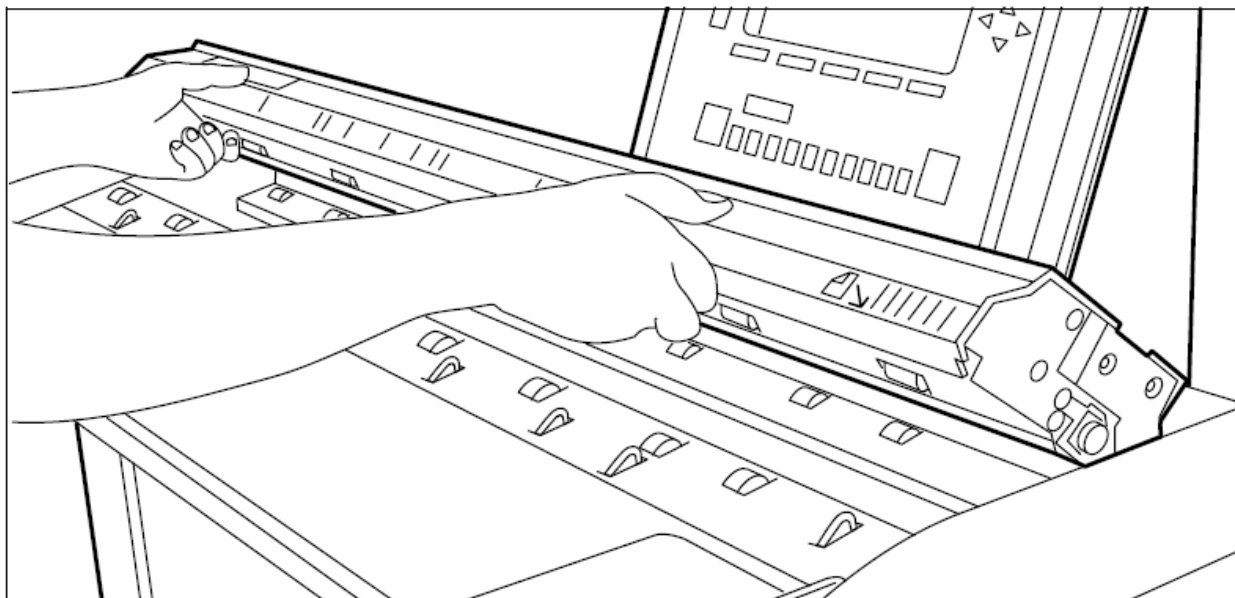

Рисунок 105: Показано, как закрывать крышку
5. Приподнимите верхнюю крышку сканера, чтобы высвободить блокировку шарнирного устройства, и затем закройте крышку (смотрите рисунок 105).